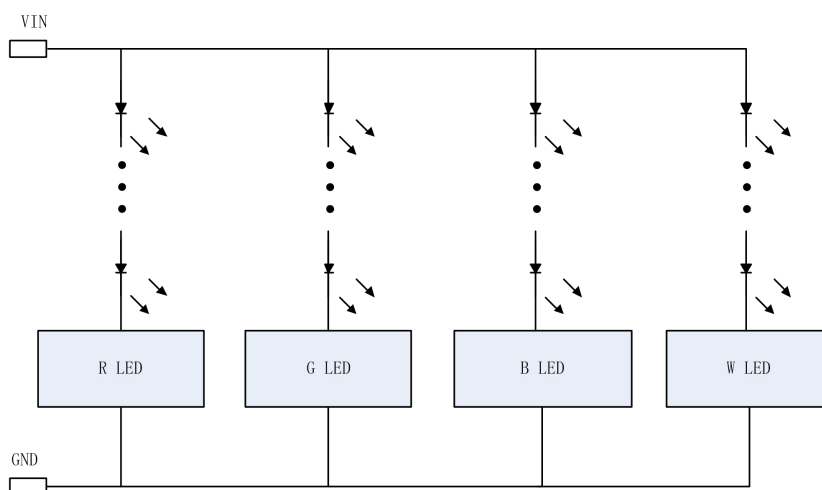

图 11.1 四路共阳连接电路示意图
5. 当 Hi7003H 系统工作在 RGBW 并联工作时，多路系统与 LEDs 模组连接推荐共阳布线，示意图见图 11.1，四路 RGBW LEDs 系统布局布线见图 11.2；